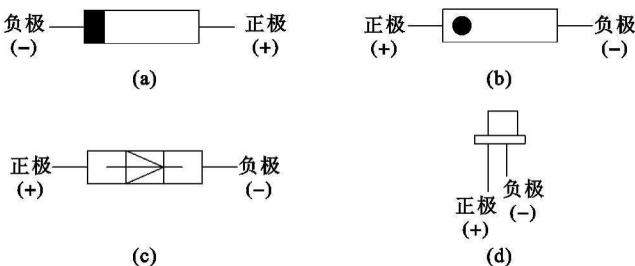

图 1-5 二极管外形标记
- (1) 如果二极管实物如图 1-5(a)所示,色环端为二极管负极,另一端为二极管正极。
- (2) 如果二极管实物如图 1-5(b)所示,色点端为二极管正极,另一端为二极管负极。
- (3) 如果二极管实物如图 1-5(c)所示,左端为二极管正极,右端为二极管负极。
- (4) 如果二极管实物如图 1-5(d)所示,长引脚为二极管正极,短引脚为二极管负极。